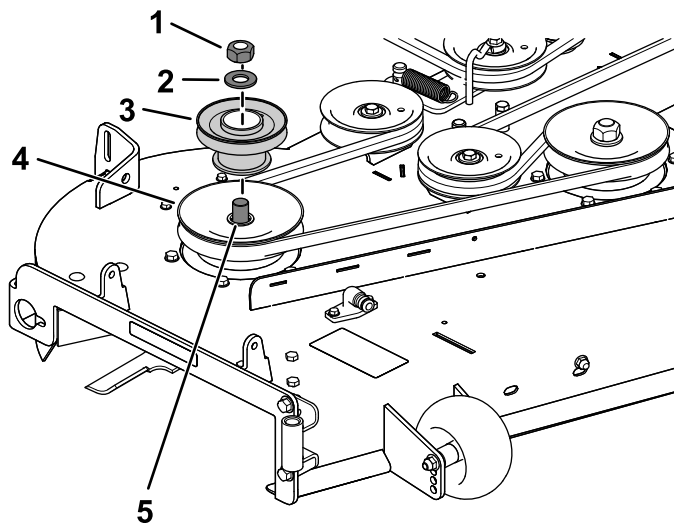

Figura 11
2. Instale o conjunto da polia na polia direita da plataforma do cortador com a porca e anilha previamente removidas (Figura 11).